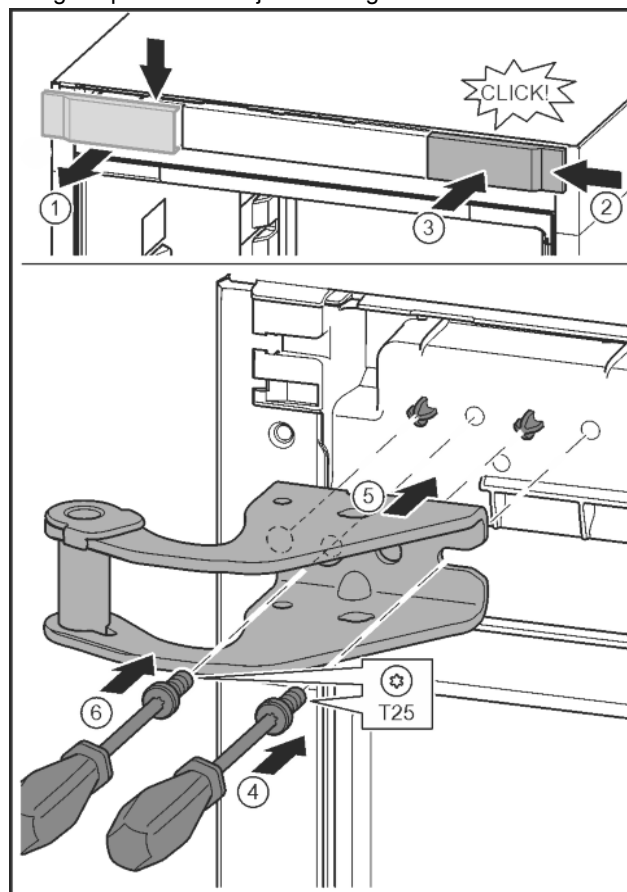

Fig. 10
- ▶ Otpustite pokrov i skinite ga bočno. Fig. 10 (1)
- ▶ Objesite pokrov okrenut za 180° na drugoj strani s desne strane. Fig. 10 (2)
- ▶ Pustite da pokrov uskoči. Fig. 10 (3)
- ▶ Odvijačem T25 postavite vijke. Fig. 10 (4)
- ▶ Postavite gornji podložak ležaja. Fig. 10 (5)
- ▶ Pritegnite vijak. Fig. 10 (4)
- ▶ Odvijačem T25 umetnite i pritegnite vijak. Fig. 10 (6)